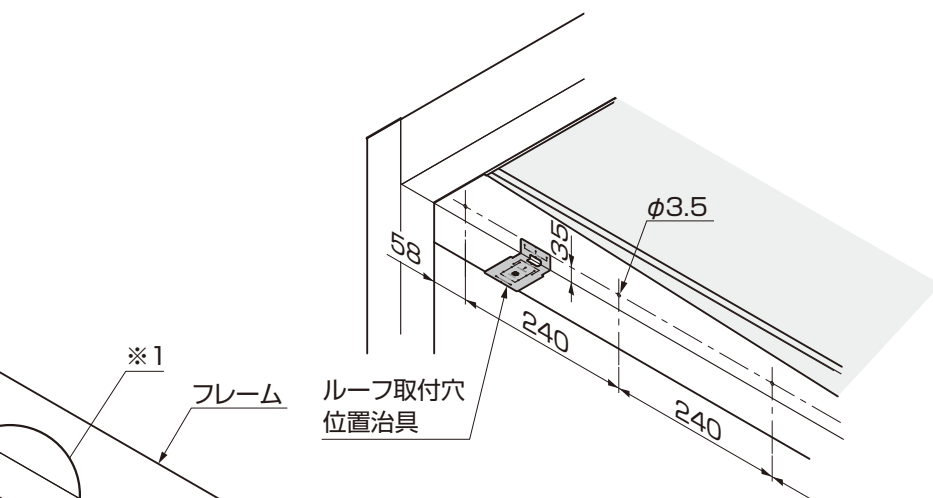
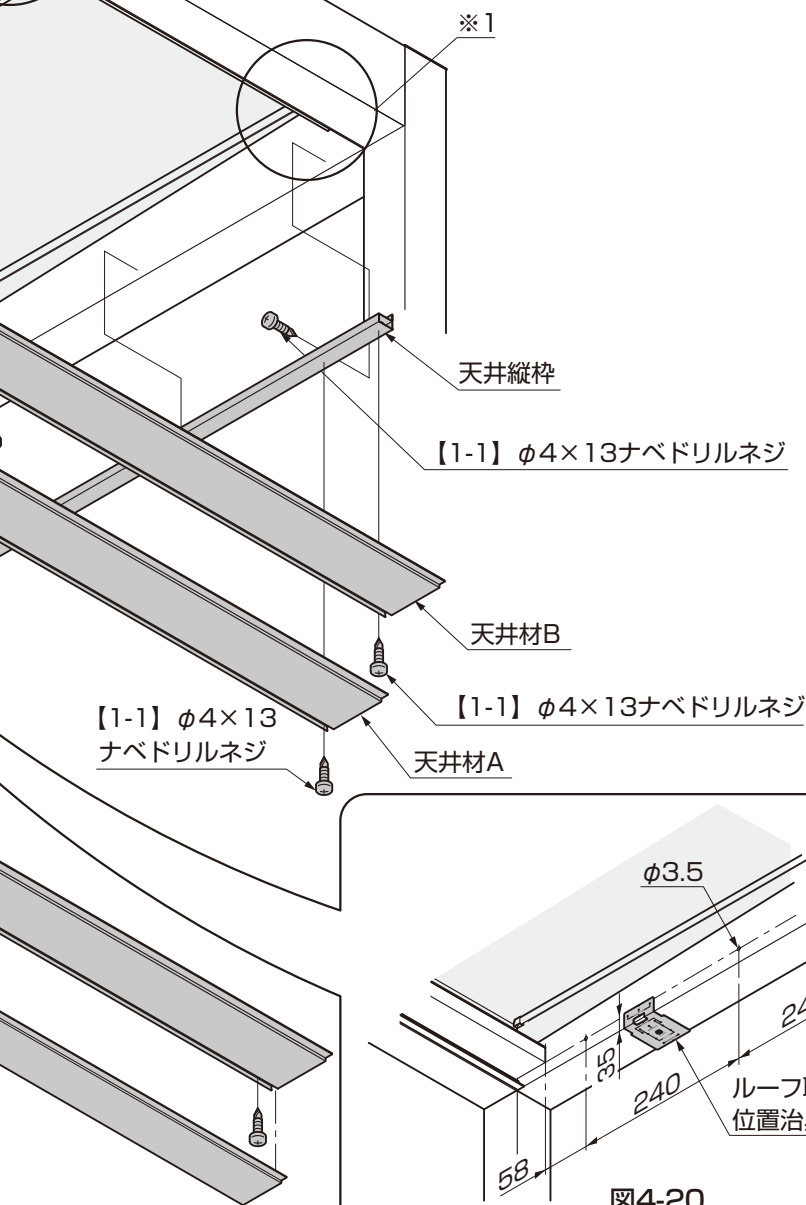

図4-19 D部詳細図
図4-20
①フレーム、調整フレームにφ3.5の下穴を天井縦枠の穴ピッチに合わせてあけてください。(図4-19、図4-20参照)
②天井縦枠をフレーム、調整フレームに【1-1】で取付けてください。
- ルーフ取付穴位置治具を使うことで天井縦枠取付け下穴の位置出しがしやすくなります。(図4-19、図4-20参照)